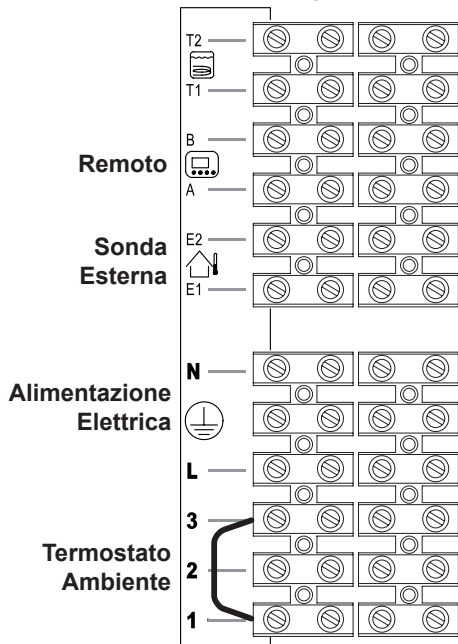

Figura 5.36
- Collegare ai morsetti **T1** e **T2** della morsettiere i due conduttori elettrici come indicato in Figura 5.36.
Per il collegamento della sonda esterna servirsi dei morsetti indicati in Figura 5.36.
Per il collegamento del remoto servirsi dei morsetti indicati in Figura 5.36.
Il ponticello elettrico collegato nella morsettiera termostato ambiente tra i morsetti "1 e 3" non va rimosso Figura 5.36.